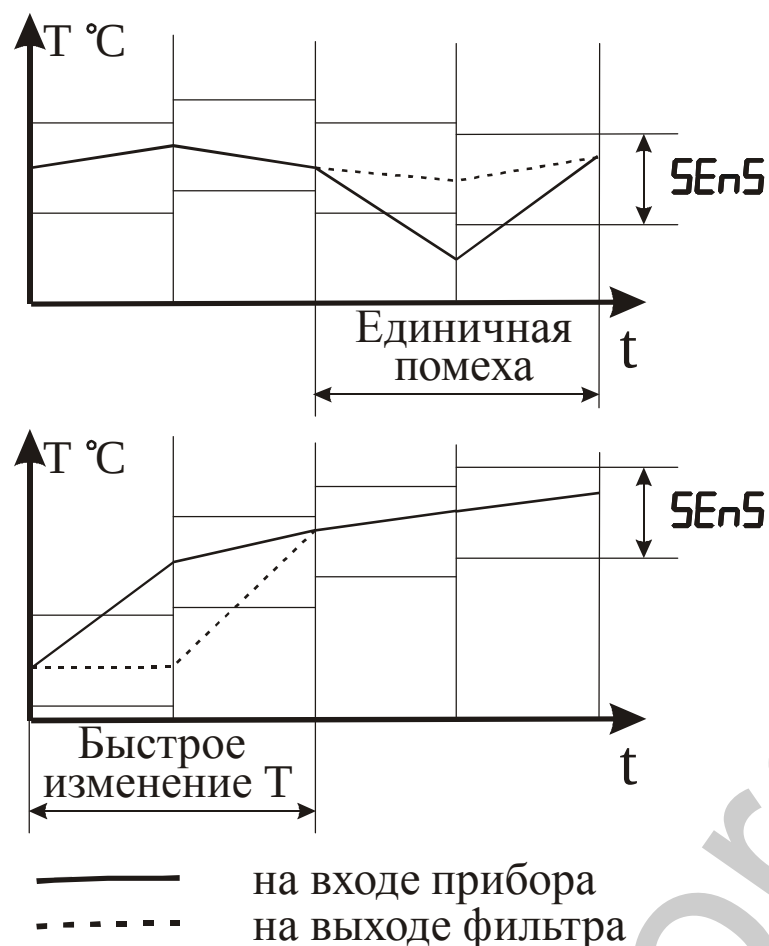

Рисунок 3.15 – Работа фильтра при воздействии случайной помехи и быстром изменении сигнала
3.3.7.9 С целью уменьшения влияния случайных импульсных помех на показания в прибор введена цифровая фильтрация. Работа фильтра описывается параметром "Полоса фильтра". Если текущее значение температуры отличается от результатов предыдущего измерения на значение, которое превышает указанное в параметре "Полоса фильтра", то проводится повторное измерение температуры, а на индикаторе остается старое значение (см. рисунок 3.15). О повторном измерении свидетельствует мигание светодиодного индикатора "К" зеленого свечения.